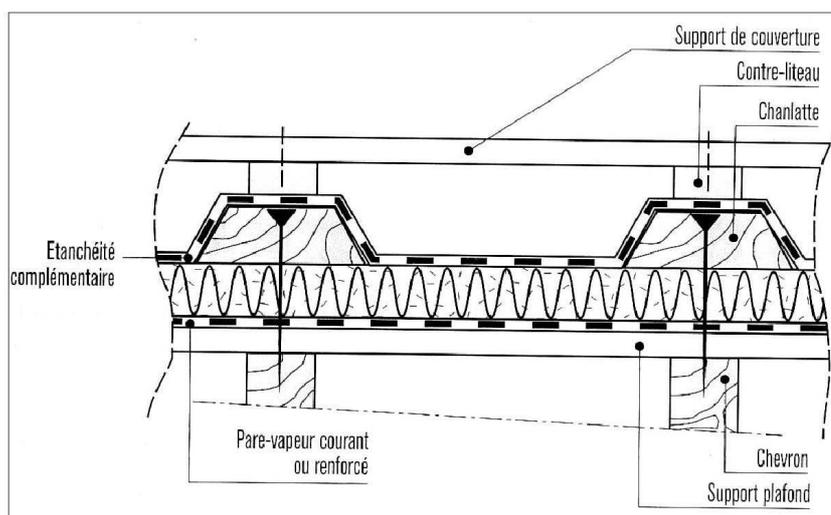

Figure 32 : Principe du "Sarking" en simple toiture ventilée
- une couverture en bardeaux de la gamme **SOPRATUILE** (figure 32).